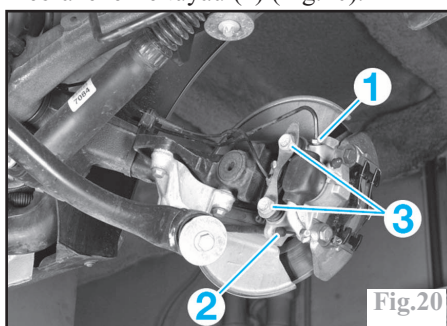

Fig.20
Débrancher le tuyau (1) (Fig.20).